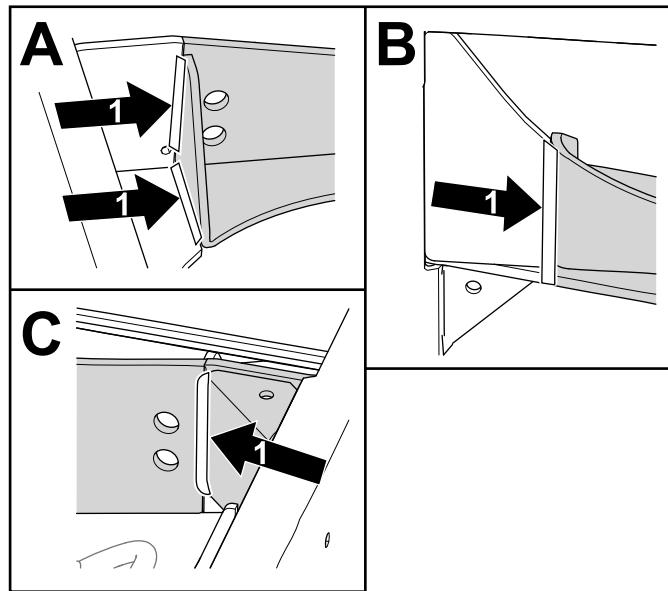

Figure 15
- Soudez le support d'essieu sur le cadre aux emplacements indiqués à la Figure 15. Répétez la procédure de l'autre côté.